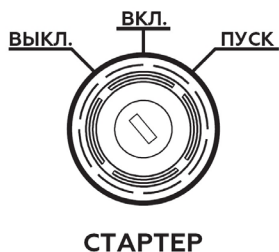
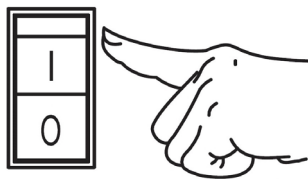

Рис. 13 Замок зажигания
Рис. 14 Выключатель зажигания GG3200
4. Вставьте ключ в замок зажигания на панели управления и переведите ключ в положение «ВКЛ.» (Включено) (Рис. 13).
5. Переведите ключ зажигания в положение «ПУСК» (Рис. 13) и удерживайте его. После запуска двигателя отпустите ключ зажигания, он автоматически встанет в положение «ВКЛ.».
4. Вставьте ключ в замок зажигания на панели управления и переведите ключ в положение «ВКЛ.» (Включено) (Рис. 13). Для модели GG3200: переведите выключатель зажигания в положение «I» (Включено) (Рис. 14).